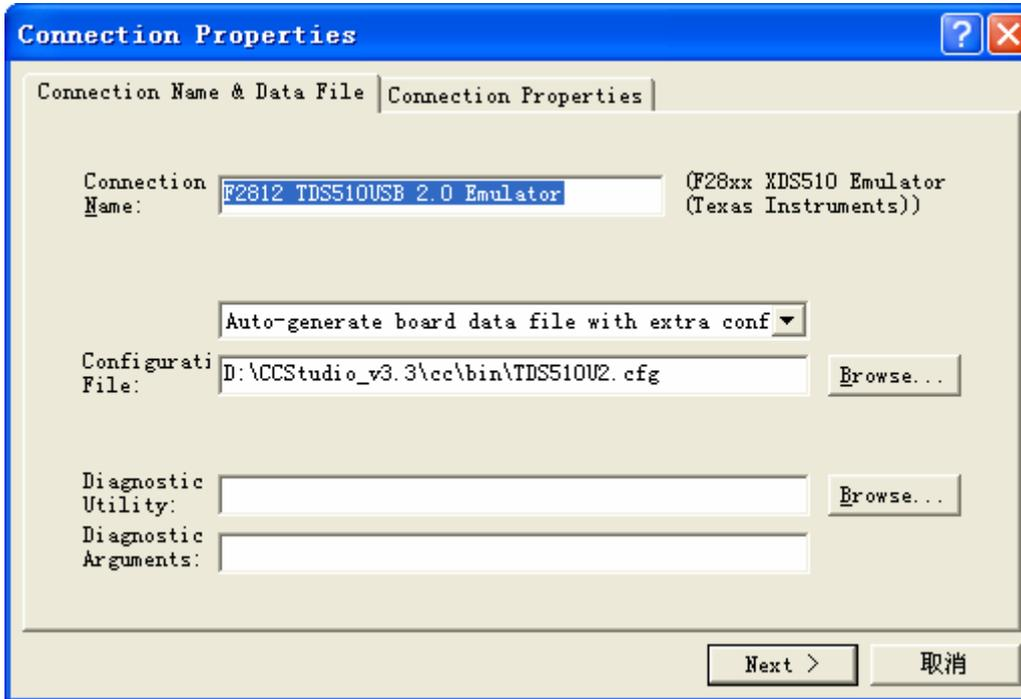

图 16
4.右击System Configuration栏下的My System标签下的目标板，可以修改设置，如果LT-XDS510仿真器CCS支持文件安装在CCS目录下，默认设置就是正确的。如果不是，请设置Configuration Files路径到您的支持文件路径。如图16所示。